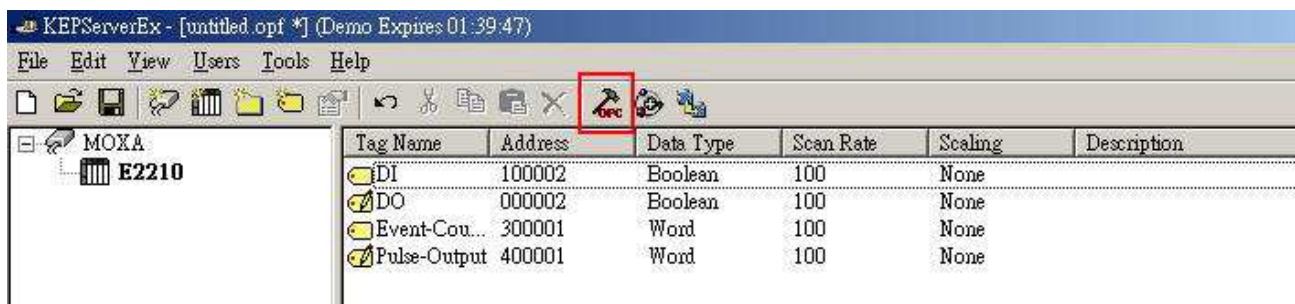

Рис. 15
2.9 Нажмите на значок **Quick Client**, чтобы просмотреть все настройки каналов и их значения (Рис. 15):